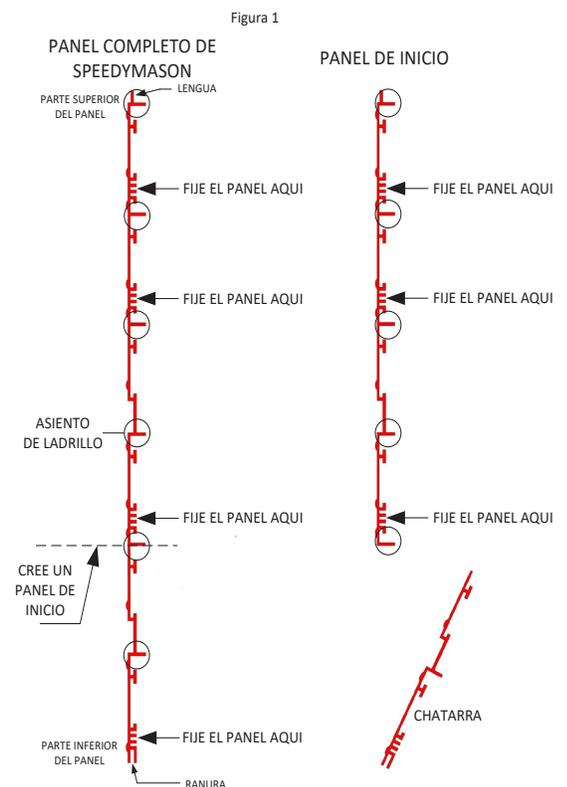

FIGURA 2
- Cree un panel de inicio. **(Ver figura 2)**
- Sujete el listón de ladrillo en las tiras de sujeción. **(Ver figura 2)**
- Cree un panel de inicio. **(Ver Figura 2)**